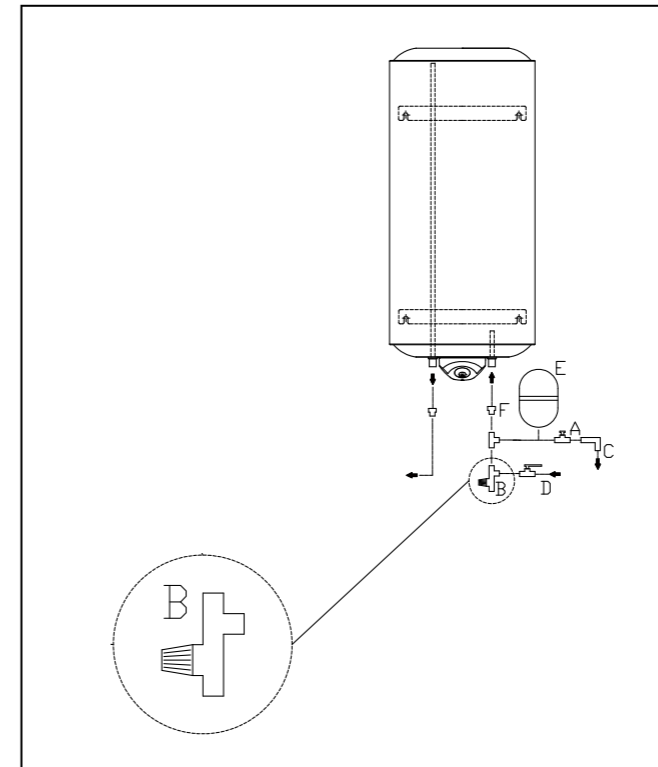

Fig. 1
presiunea de lucru, cât și la temperatura apei calde care în mod normal poate atinge și chiar depăși 80° C. De aceea nu vă recomandăm folosirea de materiale care nu rezistă la aceste temperaturi. Înșurubați la conducta de intrare apă a aparatului, care se recunoaște după gulerul de culoare albastră, un racord în cruce "T". Pe acest racord înșurubați, de o parte un robinet pentru golirea boilerului (A Fig.1) manevrabil de preferință doar prin folosirea unei ustensile, de cealaltă un dispozitiv contra suprapresiunii (B Fig.1). Prevedeți, în cazul deschiderii robinetului de golire, un tub de evacuare apă aplicat la ieșire (C Fig.1).
Racordați, printr-un tub flexibil, intrarea dispozitivului contra suprapresiunii la conducta de apă rece a rețelei, utilizând dacă este necesar un robinet de interceptare (D Fig.1).
Ieșirea unor picături de apă din dispozitivul contra suprapresiunii este normală în faza de încălzire, din acest motiv fiind necesară racordarea evacuării, care trebuie să rămână mereu deschisă către atmosferă, cu un tub de drenare cu sifon și orientat în jos, la adăpost de îngheț; dacă însă se dorește evitarea acestei picurări, trebuie să se instaleze un vas de expansiune adecvat aparatului pe instalația de tur (E Fig.1). În eventualitatea în care se decide pentru instalarea unităților de amestecare (robineți sau duș), este necesară curățarea țevilor de eventualele impurități care le-ar putea deteriora.
- închideți robinetul de interceptare, dacă este instalat (D Fig.1), sau robinetul general al instalației de apă;
- deschideți robinetul de golire a boilerului (A Fig.1).